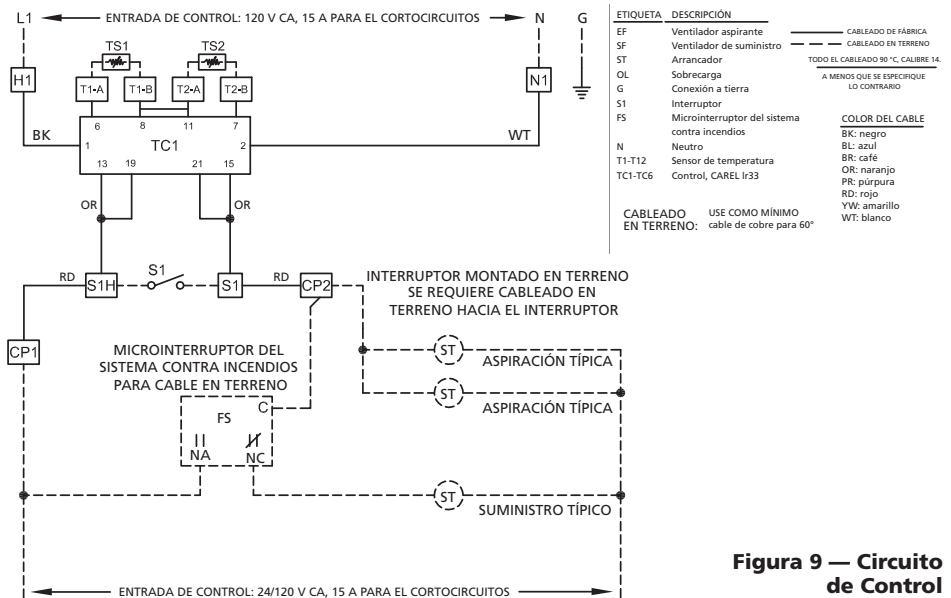

Figura 9 — Circuito de Control
- Instale las conexiones de circuito de control de interbloqueo estándar, consulte la Figura 9.